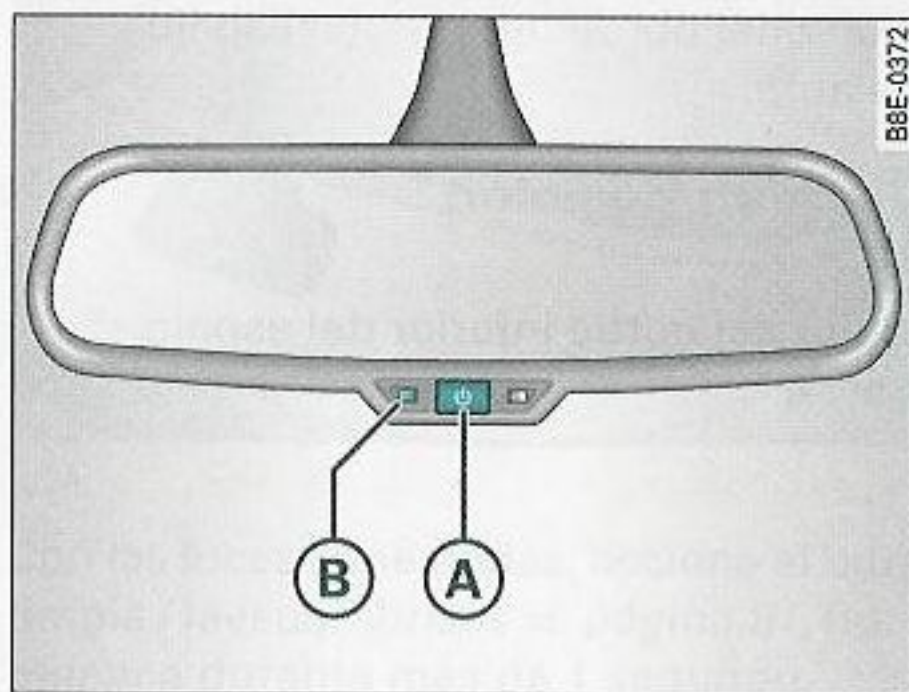

Fig. 80 Retrovisor interior con ajuste para posición antideslumbrante: Testigo de control e interruptor
- Pulse la tecla (A) ⇒ fig. 80. El testigo de control (B) se apaga.
- Pulse la tecla (A) ⇒ fig. 80. El testigo de control (B) se enciende.